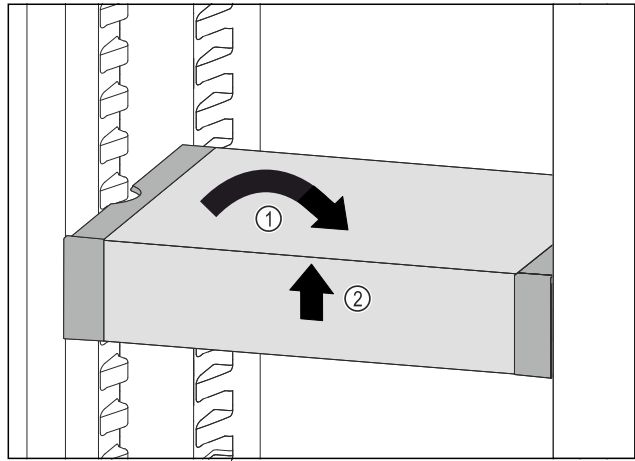

Fig. 76
- ▶ Állítsa egyenesbe a VarioSafe fiókot. Fig. 76 (1)
- ▶ Elöl emelje meg a VarioSafe fiókot. Fig. 76 (2)